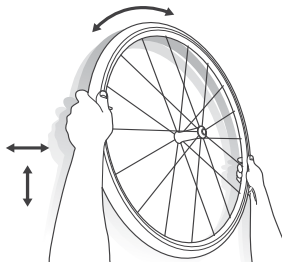

Figure 7. Faites tourner et secouer la roue
7. En tenant la roue fermement, secouez-la et faites-la tourner pour répartir le produit d'étanchéité régulièrement à l'intérieur du pneu (Figure 7).